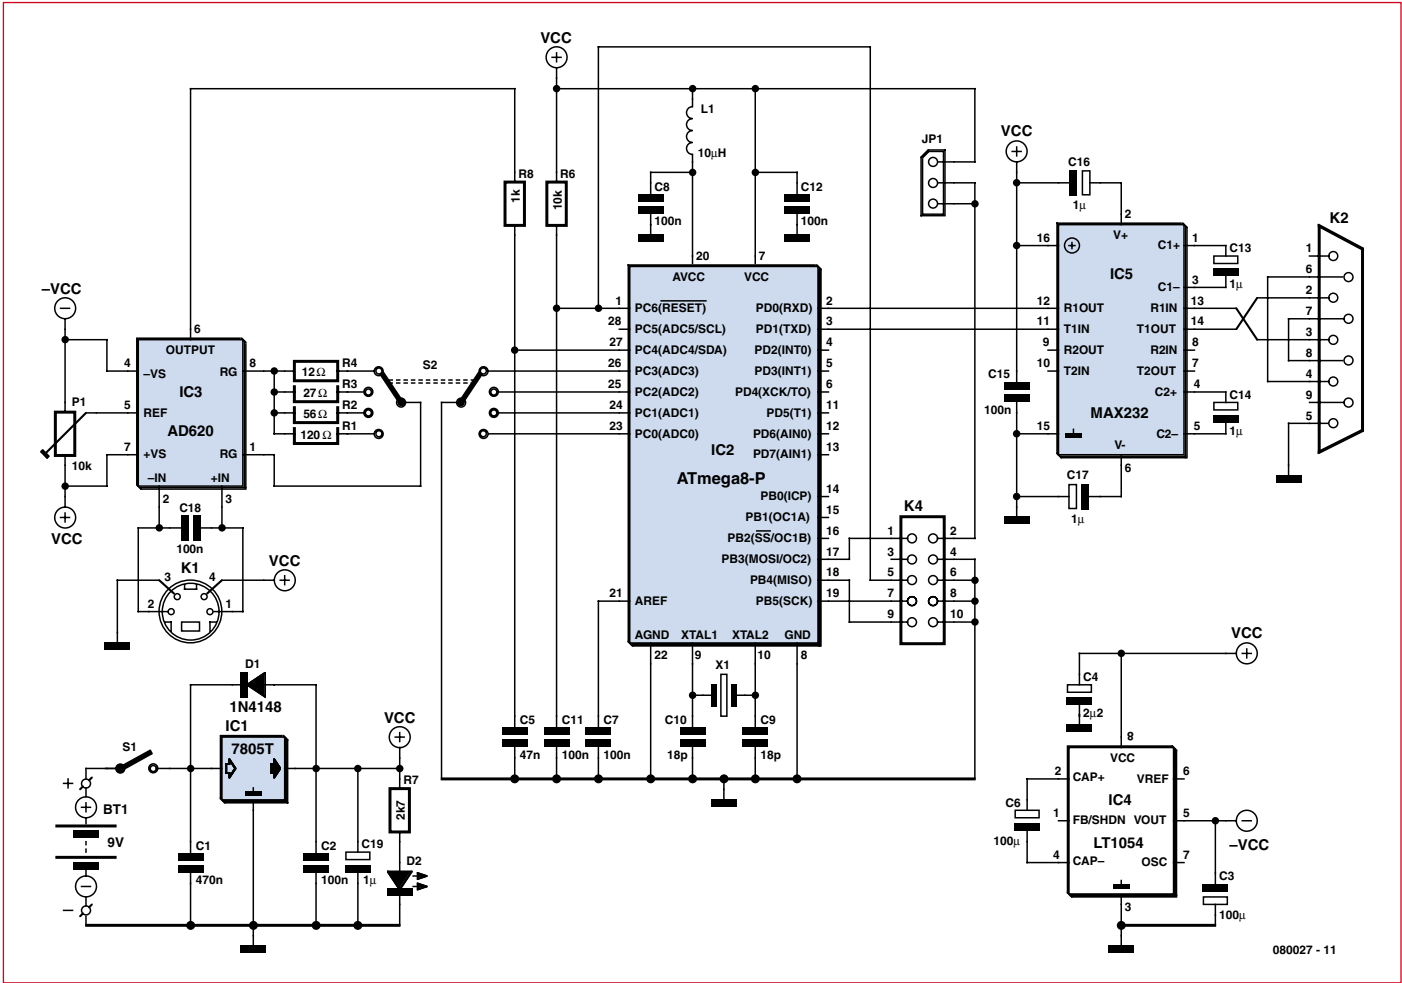

Bild 8. Schaltplan.
In Bild 8 ist der zugehörige Schaltplan dargestellt. Kern ist der Controller vom Typ ATmega8, dessen analoger Eingang ADC4 das Signal entgegennimmt. Dieses wird mit 10 bit Auflösung kontinuierlich digitalisiert. Die Messwerte werden als ASCII-codierte Hexadezimalzahl auf die serielle Schnittstelle gegeben, wobei die einzelnen Werte durch ein Carriage Return Zeichen (CR) getrennt werden. All das erfolgt in einer Endlosschleife, was zu einem kontinuierlichen Datenstrom von etwa 3 kSamples/s führt. Für die Anpassung des TTL-Pegels der seriellen Schnittstelle des Mikrocontrollers an die Standardpegel einer RS232-Schnittstelle wird der übliche IC vom Typ MAX232 verwendet.